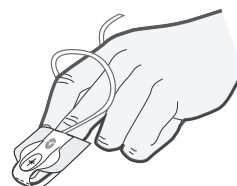

Figure 8
- Placez l'émetteur sur l'ongle et fixez les ailettes autour du doigt (voir Figure 8).